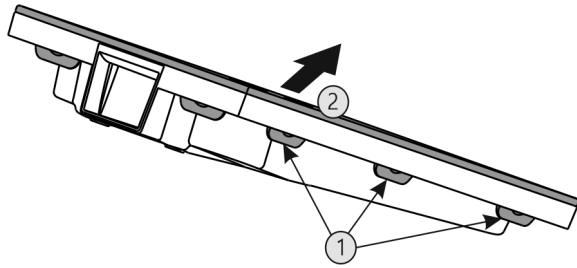

Fig. 44
- ▶ Alle Laschen Fig. 44 (1) nacheinander drücken und die Abdeckung Fig. 44 (2) entnehmen.